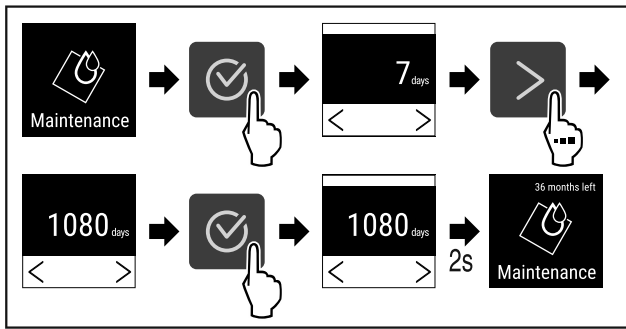

Fig. 74
- ▶ Изпълнете стъпките (виж Fig. 74) .